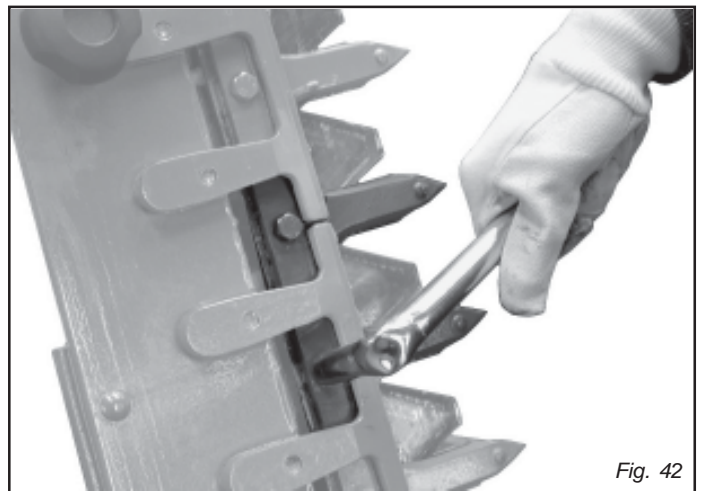

Fig. 42
- Während der ersten Betriebsstunden ist zu überprüfen, dass die Schrauben korrekt festgezogen sind (Abb. 42).
- Alle Feststellschrauben der Zähne abschrauben (Abb. 42).
- Die Schrauben des zu ersetzenden Zahnes abschrauben (Abb. 42).